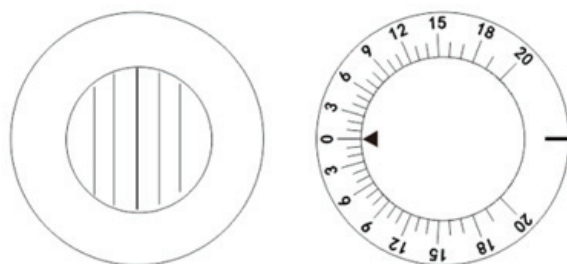
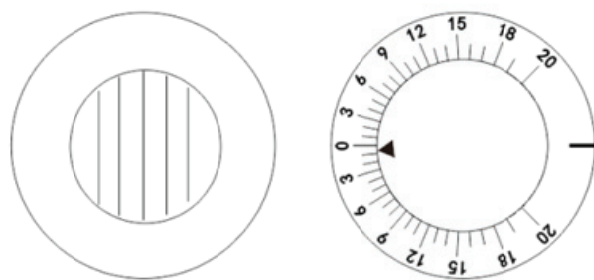

Figura 48
Figura 49
B. Luego mida la foria vertical. Como se muestra en la figura 48, gire la perilla de la lente auxiliar ② y establezca MRRV para el ojo derecho. Gire la lente del prisma de rotación ② para colocar el ojo izquierdo en posición horizontal. Ahora Testee puede ver la línea horizontal roja con el ojo derecho y el punto de luz con el ojo izquierdo. Luego, usando el mismo procedimiento de a, pregúntele a Testee cuándo puede ver la línea roja y el punto de luz reunirse mientras gira la perilla de rotación de la lente del prisma ①. Cuando se muestra como la figura 49, Testee informa que se encuentran, es 0.5, por debajo de 0. lo que indica que el ojo izquierdo es  $0.5\Delta$ D, llamado heteroforia hacia arriba de  $0.5\Delta$ .